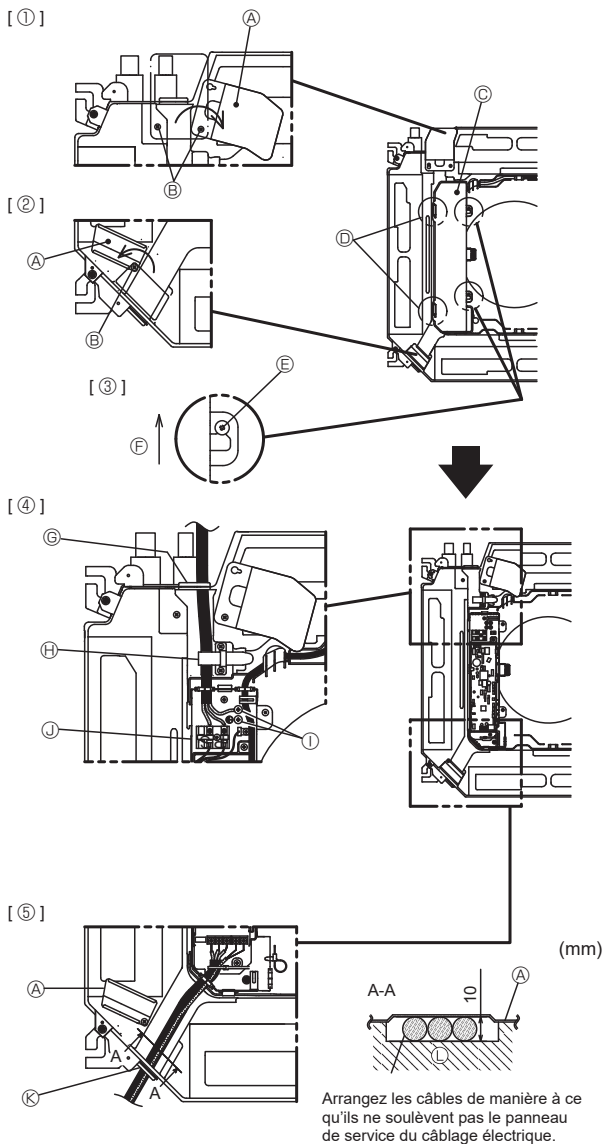
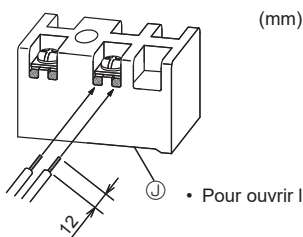
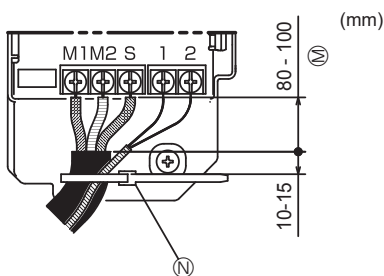

Fig. 5-1
Fig. 5-2
Fig. 5-3
### 5.1. Appareil intérieur (Fig. 5-1)
1. Dessersez les deux vis de fixation du panneau de service du câblage électrique et faites tourner le panneau. [Fig. 5-1 ①]
2. Desserrez la vis fixant le câble d'alimentation de service du câblage électrique au niveau de l'entrée de câble (câble de télécommande et câble de raccordement intérieur-extérieur) puis tournez le panneau dans la position indiquée sur le diagramme. [Fig. 5-1 ②]
3. Desserrez les deux vis de fixation du couvercle du boîtier électrique et faites glisser le couvercle. [Fig. 5-1 ③]
4. Faites passer le câble d'alimentation et le câble de terre via les entrées de fils indiquées sur le diagramme et raccordez-les. [Fig. 5-1 ④]
5. Faites passer le câble de la télécommande et le câble de raccordement des appareils intérieur-extérieur via les entrées de fils indiquées sur le diagramme et raccordez-les. [Fig. 5-1 ⑤, Fig. 5-2, Fig. 5-3]